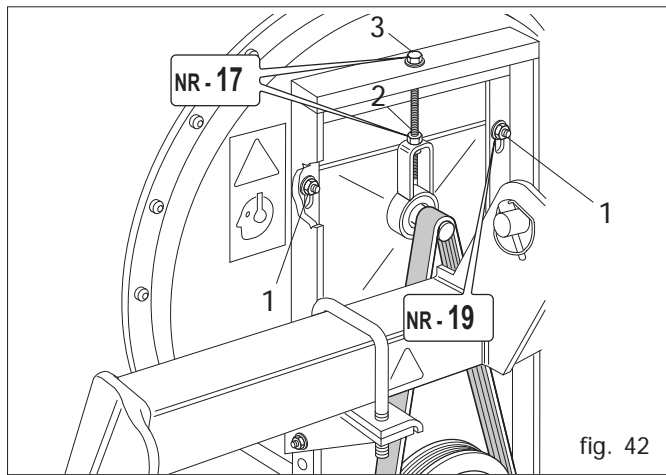

fig. 42
L'aspirateur (Fig. 42) crée le vide à l'intérieur des distributeurs, ainsi les graines sont aspirées par les trous du disque. La tension et la détérioration de la courroie jouent un rôle fondamental pour le bon fonctionnement de l'aspirateur et par conséquent pour la bonne réussite de l'ensemencement.
- Desserrer les 4 vis (1 Fig. 42)
- Desserrer l'écrou (2 Fig. 42)
- Tendrer la courroie en serrant les vis (3 Fig. 42)
- Contrôler la tension des courroies de l'aspirateur (Fig. 42).